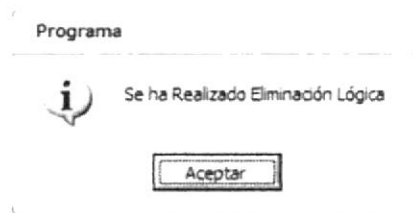

Figura 3.55 Mensaje de Eliminación de Marca
3. Si se ha realizado la eliminación aparecerá el mensaje (Ver figura 3.55)